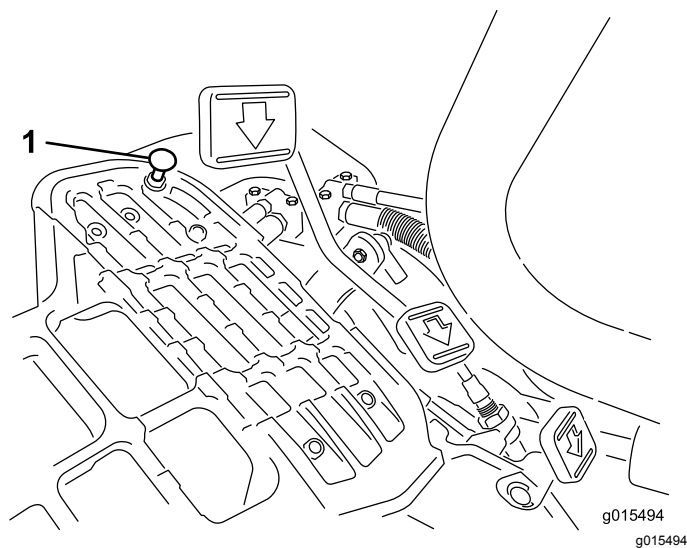

Рисунок 38
Для получения максимальной транспортной скорости переведите рычаг управления трансмиссией в положение ТРАНСПОРТИРОВКИ и нажмите на педаль управления тягой. Если педаль касается упора (**Рисунок 38**) до того, как на тросике начинает ощущаться натяжение, выполните следующую регулировку:
1. Переведите рычаг управления трансмиссией в положение ТРАНСПОРТИРОВКИ и ослабьте контргайку, которая крепит упор педали к полу (**Рисунок 38**).